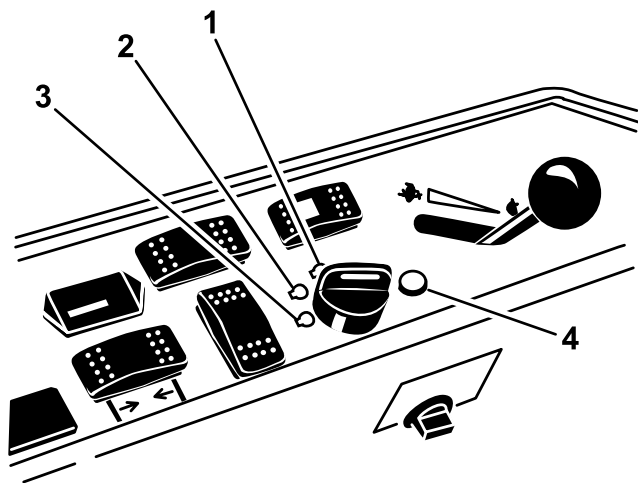

図 18
6. キーを右に、RUN 位置まで回す 図 18。
3. キーを OFF 位置に回す 図 18。すべての部分が完全に停止してから運転席を立つ。